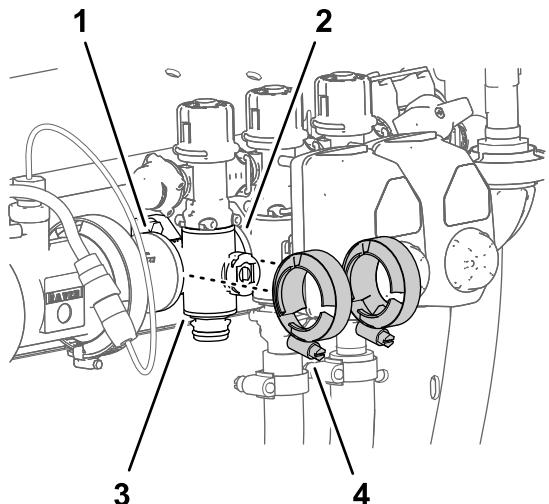

Figure 121
4. Fixez légèrement les colliers bride que vous avez déposés à la section Dépose de la valve de collecteur de section de rampe \(page 86\) sur les brides du collecteur de vanne de section et les brides des autres vannes de section et/ou adaptateur d'accouplement (Figure 121).
7. Serrez les 2 colliers bride à la main (Figure 121).